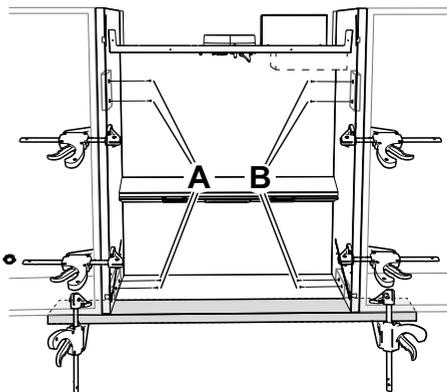

Fig. 9
**TIP!** Du kan bruge en tvinge og et bræt til at lette monteringen, se Fig. 9.